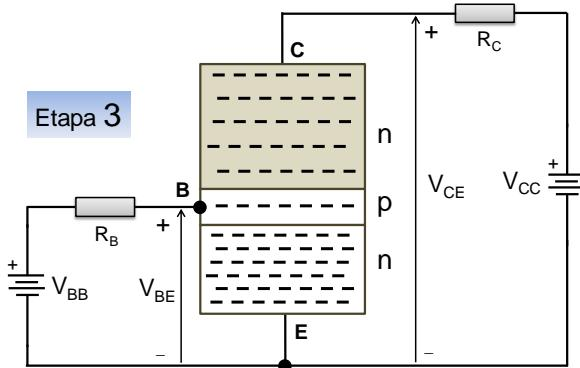

Figura 2.31 – O TJB polarizado (EC) – elétrons entrando na região n (em direção ao coletor).
*Etapa 3 – Elétrons no coletor (Figura 2.31):*